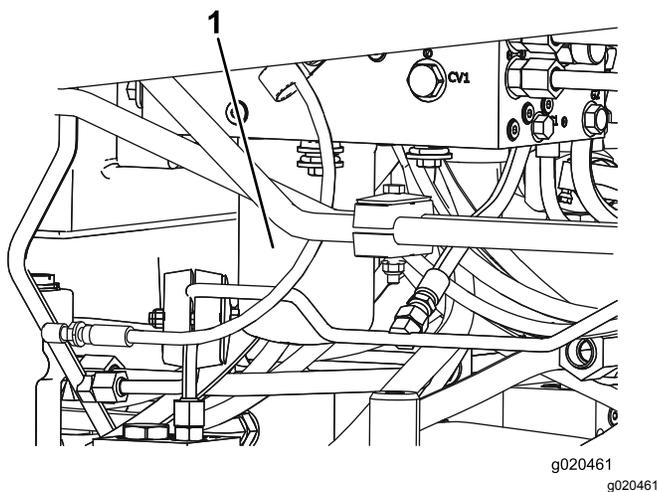

Figura 69
7. Ripetete l'operazione con l'altro filtro (Figura 69).